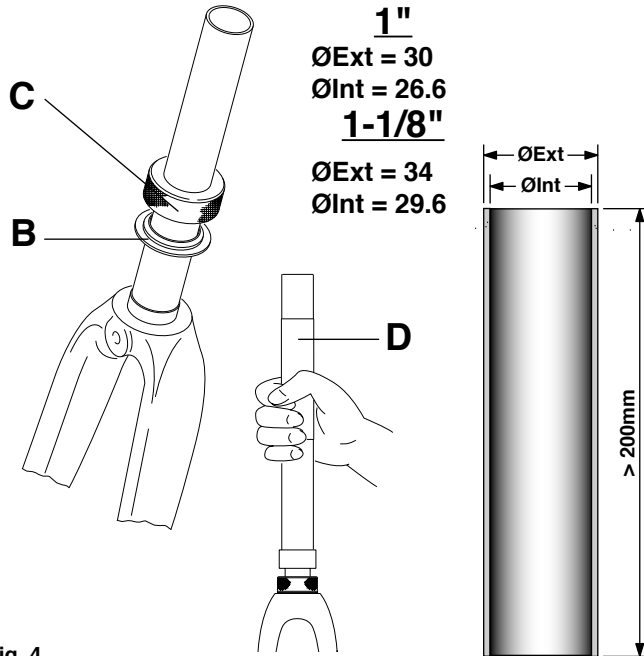

Fig. 4
• Inserire il cono forcella (B - Fig.4) sulla forcella e premetelo a fondo per mezzo dell'utensile di raccordo C (UT-HS110 per 1" - UT-HS120 per 1-1/8") e di un tubo D delle dimensioni riportate in figura. (Continua...)
• Insert the lower cup race (B - fig.4) onto the fork and push it all the way down to the fork head using the Campagnolo® tool C (1" fork: UT-HS110; 1-1/8" fork: UT-HS120) and a tube (D) with the dimensions shown in fig. 4. (Continuing on the next page).
• Den Gabelkonus (B - Abb.4) in die Gabel einsetzen und mit Hilfe des Campagnolo®-Werkzeugs C (UT-HS110 für die 1"-Gabel - UT-HS120 für die 1-1/8"-Gabel) und eines Rohrs D mit den in der Abbildung gezeigten Abmessungen bis ganz zum Anschlag einpressen. (Fortsetzung nächste Seite...)
• Introduire le cône de fourche (B - Fig. 4) sur la fourche et le pousser à fond à l'aide de l'outil de raccord C (UT-HS110 pour 1" - UT-HS120 pour 1-1/8") et d'un tube D dont les dimensions sont indiquées dans la figure (Voir page suivante).
• Montar el cono de la horquilla (B - Fig.4) en ésta y apretar a fondo con el auxilio de la herramienta de unión C (UT-HS110 para 1" - UT-HS120 para 1-1/8") y de un tubo D del tamaño indicado en la figura. (Sigue...)
• Plaats de ondercup (B - fig. 4) op de vork en druk op de vorkkroon met behulp van Campagnolo® gereedschap C (1" vork: UT-HS110; 1-1/8" vork: UT-HS120) en een buis (D) met de afmetingen volgens fig. 4. (vervolg op volgende bladzijde)